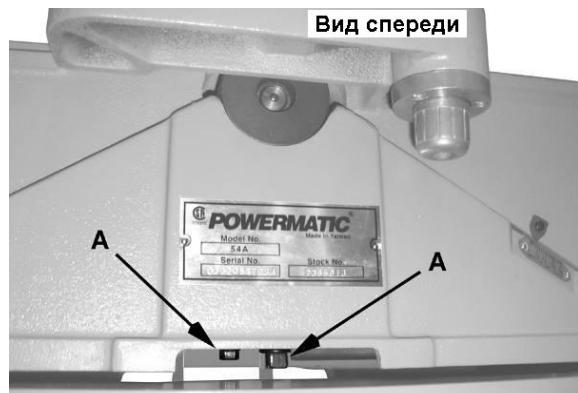

Рисунок 47
6. С помощью шестигранного ключа на 8 мм ослабьте два винта под **кронштейном упора (E)**, которые крепят кронштейн к **столу (F)**. Снимите **кронштейн упора** и отложите в сторону.
7. Выкрутите четыре **винта и шайбы (A)**, которые крепят **кожух шкива (B)**. Снимите **кожух шкива**.
8. С помощью ключа на 14 мм выкрутите два **винта (A**, рисунок 47) и **стопорные шайбы**, которые крепят корпуса подшипников строгального вала к основанию.
9. С помощью шестигранного ключа на 3 мм ослабьте два установочных винта, которыми шкив строгального вала (D) крепится к оси строгального вала. Не пытайтесь одновременно снять шкив с ремнем.